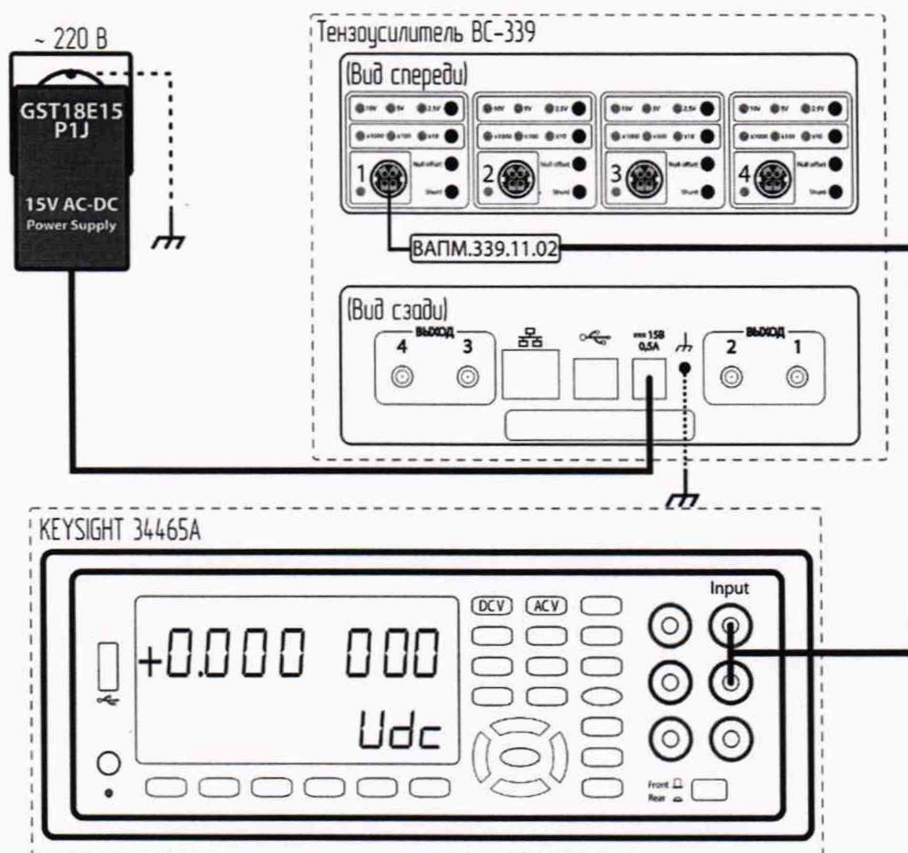

Рисунок 5.
9.4.1 Собрать схему (Рисунок 5).